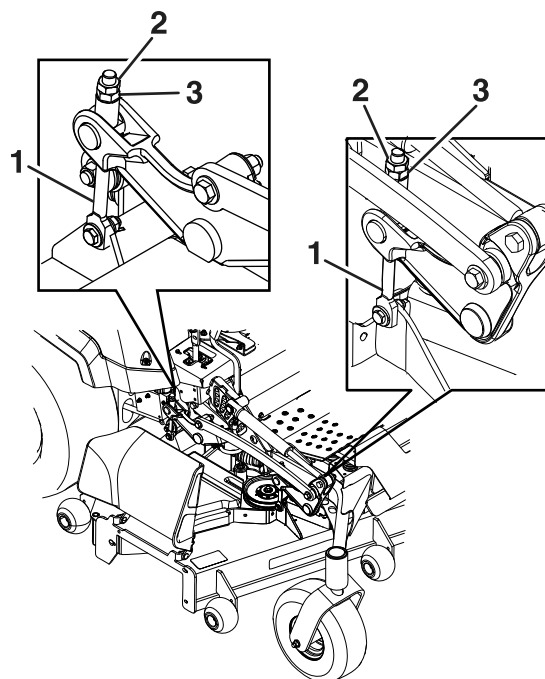

Figura 82
8. Mettete a punto il dado di regolazione sul gruppo di sollevamento del piatto di taglio anteriore ruotandolo (Figura 82).